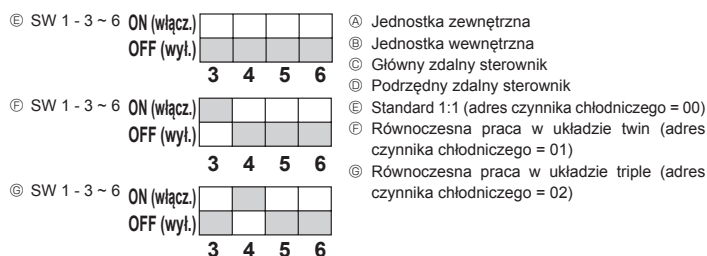

Fig. 9-1
9. Sterowanie systemem (Fig. 9-1)
9. Systemstyring (Fig. 9-1)